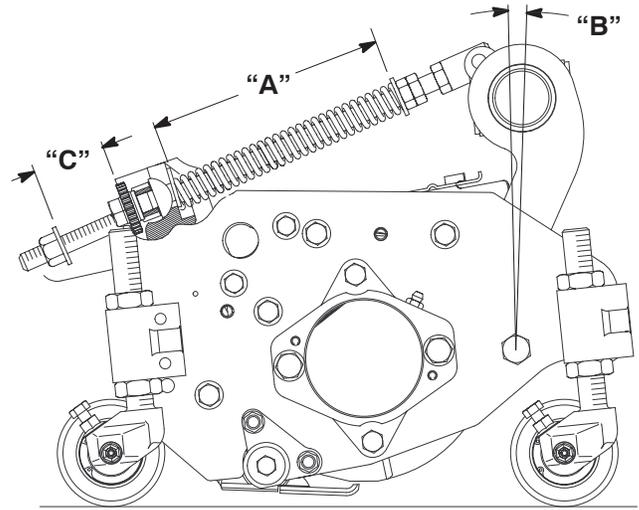

Bild 7
Die Rasenkompensierungsfeder (Bild 7), mit der der Trägerrahmen am Mähwerk befestigt ist, steuert den Umfang der möglichen Vorwärts- bzw. Rückwärtsrotation und die Bodenfreiheit um Transport und Wenden.
1. Ziehen Sie die Sicherungsmutter hinten an der Federstange fest, bis der Abstand (C) zwischen der Federhalterung hinten und der Scheibe vorne 25 mm beträgt (Bild 7).
2. Ziehen Sie die Sechskantmutter vorne an der Federstange fest, bis die komprimierte Länge (A) der Feder 203 mm beträgt (Bild 7).
Hinweis: Beim Schneiden von Roughs oder welliger Rasenfläche erhöhen Sie die komprimierte Länge (A) der Feder auf 216 mm und den Abstand (C) zwischen der Federhalterung hinten und der Scheibe vorne auf 38 mm (Bild 7).